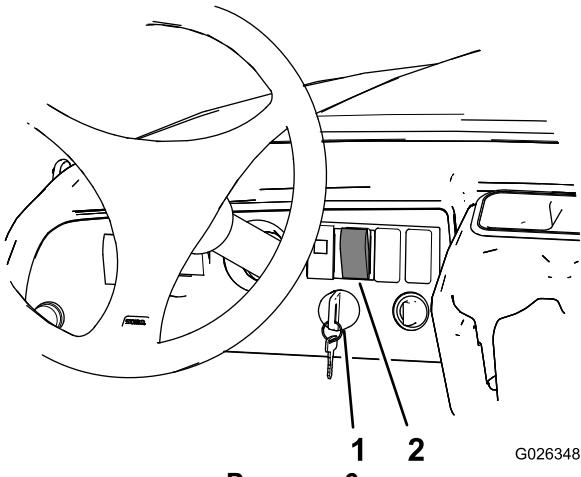

Рисунок 6
- Поверните пусковой выключатель в положение «Вкл.» (Рисунок 6).
- Нажмите верхнюю половину выключателя подъемника грузового кузова и удерживайте, пока грузовой кузов не будет полностью поднят (Рисунок 6).
- Поверните пусковой выключатель в положение «Выкл.» (Рисунок 6).
- Нажмите нижнюю половину выключателя подъемника грузового кузова и удерживайте, пока привод грузового кузова не вернется полностью на место (Рисунок 6).